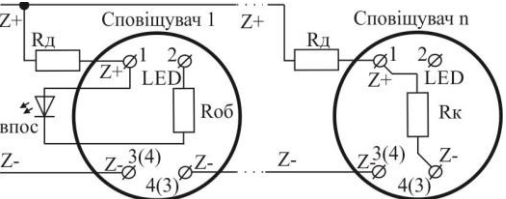

Рисунок 4.2 – Підключення ВПОС або світлодіода
4.4 Якщо за проектом використовують ВПОС з живленням від ШС, то його мінусовий контакт через резистор Rob з'єднують з гвинтовою клемою з маркуванням «**2» (LED)**, а плюсовий – гвинтовою клемою з маркуванням «**1» (Z+)** (Рис. 4.2, номінал Rob залежить від типу ВПОС і його робочого струму, а також чи використовується Rd; сума Rd та Rob має бути не менше 3 кОм). Рекомендується використовувати ВПОС виробництва ТОВ «Тірас-12», підключивши його через резистор Rob з опором не менше 3 кОм. Допускається використовувати інший пристрій індикації з малим струмом споживання (приблизно 1 мА). ВПОС дублює основний індикатор в режимах пожежі та несправності.